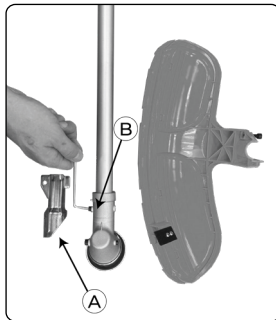

Рис. 7
- Снимите крепление защитного кожуха (рис. 7 поз. А) с редуктора, открутив винт (Рис. 7 поз. В).